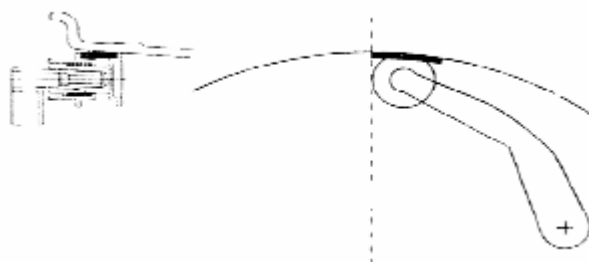

рис.14
- правильная позиция показана символами на рис.13 в,с. После достижения такой позиции поворачивайте измеритель, пока коррекционный вес не прижмется к ободу (рис.14).